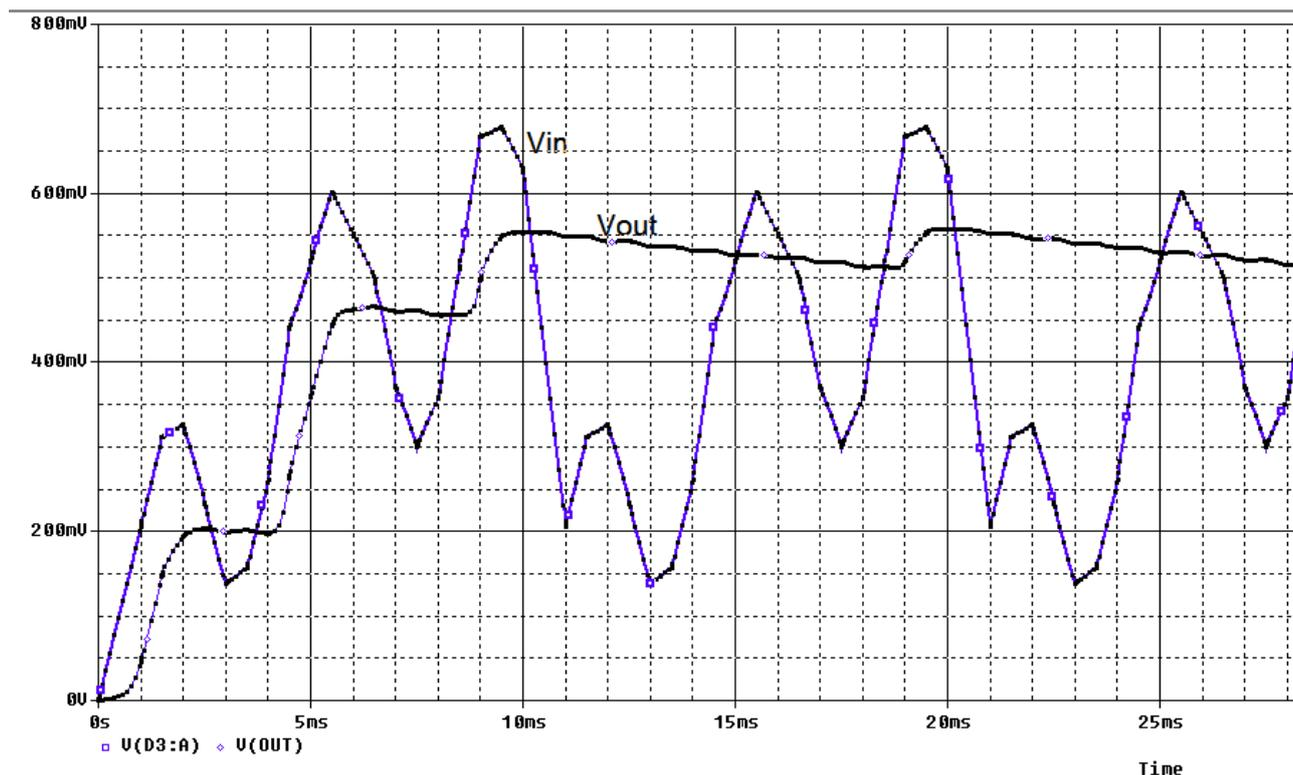

Рис. 8.23. Периодическое повторение стимула
6. Выполните моделирование с тем же профилем. Вы должны увидеть результат, показанный на рис. 8.23, где Vin теперь периодическая функция (повторяется вечно).